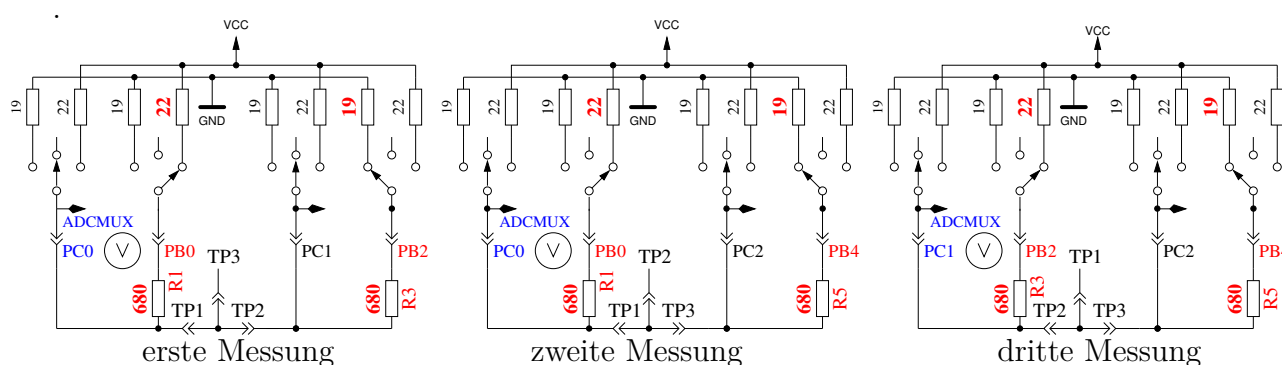

Abbildung 2.1. Vergleich der 680Ω Widerstände
- Ich möchte daran erinnern, dass die Auflösung des ADC etwa 4,88mV beträgt! Die Messsituation wird auch in Abbildung 2.1 dargestellt. Der theoretische Wert ergibt sich im Hinblick auf die internen Port-Widerstände wie folgt:  $\frac{VCC \cdot (19+680)}{(19+680+680+22)}$ . Bei  $VCC = 5001$  ergibt sich 2493